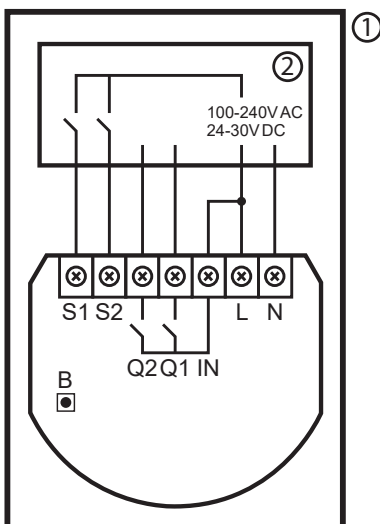

Figura 1: Esempio di connessione di DoubleSmart-Control
2. Collegare come mostrato nella Figura 1.